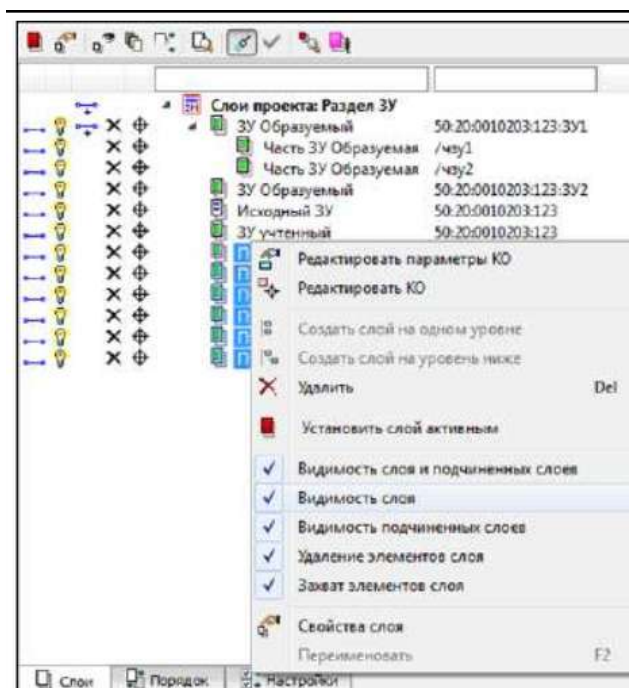

Рисунок 10 – Графическое окно слоя проекта: Раздел ЗУ
5. Отключите видимость слоев – **Пункт ОМС (рис. 10)**.